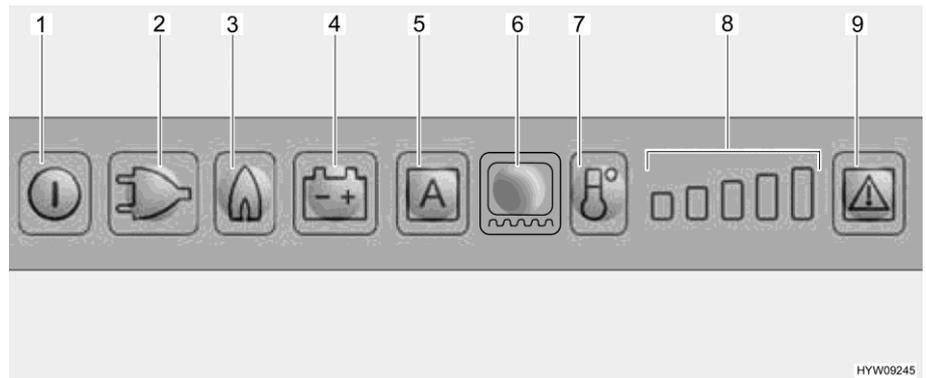

Bild 186 LED-Beleuchtungsfeld (Kühlschrank Dometic)
Beim Anwählen des Gasbetriebs wird die Züandsicherung automatisch geöffnet, so dass Gas zum Brenner strömen kann. Gleichzeitig wird der elektronische Züander eingeschaltet. Erlischt die Gasflamme, z. B. durch einen Luftzug, wird der Züander sofort aktiviert und zündet das Gas wieder an. Bei Störung im Gasbetrieb blinken die Leuchttasten Gas (Bild 186,3) und Störung (Bild 186,9), und es ertönt 20 Sekunden lang ein akustischer Alarm.
Einschalten: ■ Taste Ein/Aus (Bild 186,1) etwa 2 Sekunden lang drücken. Der Kühlschrank schaltet sich ein, die zuletzt gewählte Betriebsart wird angezeigt.
Betriebsart wählen: ■ Leuchttaste für die gewünschte Betriebsart (Bild 186,2 - 4) oder den Automatikmodus "AES" (Bild 186,5) (nur bei Ausführung AES) drücken.
Kühltemperatur einstellen: ■ Kühltemperatur mit der Taste Kühlstufe (Bild 186,7) einstellen. Die Kühlstufen-Anzeige (Bild 186,8) zeigt die gewählte Thermostat-Einstellung an.
Ausschalten: ■ Taste Ein/Aus (Bild 186,1) etwa 2 Sekunden lang drücken.
Nach dem Einschalten wählt der Kühlschrank automatisch die mittlere Thermostat-Einstellung. Diese Einstellung kann manuell mit der Taste Kühlstufe (Bild 186,7) nachgeregelt werden. Es dauert einige Stunden, bis der Kühlschrank die normale Betriebstemperatur erreicht hat. Beim Umschalten auf eine andere Betriebsart wird die Thermostat-Einstellung beibehalten.
- Rahmenheizung für eine Dauer von 2 Stunden einschalten: Leuchttaste Rahmenheizung (Bild 186,6) einmal drücken. Ein Balken der Kühlstufen-Anzeige (Bild 186,8) leuchtet.
- Rahmenheizung für eine Dauer von 5 Stunden einschalten: Leuchttaste Rahmenheizung (Bild 186,6) zweimal drücken. Zwei Balken der Kühlstufen-Anzeige (Bild 186,8) leuchten.
- Rahmenheizung auf Dauerbetrieb stellen: Leuchttaste Rahmenheizung (Bild 186,6) dreimal drücken. Drei Balken der Kühlstufen-Anzeige (Bild 186,8) leuchten.
Die Kühlstufen-Anzeige (Bild 186,8) zeigt einige Sekunden lang die Betriebsdauer der Rahmenheizung an.
Bei einer Störung blinkt die Leuchttaste Störung (Bild 186,9). Außerdem blinkt entweder eine der Leuchttasten Betriebsart oder die Kühlstufen-Anzeige. Zusätzlich ertönt ein akustisches Warnsignal. Hinweise zur Fehleranzeige und Fehlerbehebung siehe Kapitel 15.
- ▷ Nachdem eine Störung des Gasbetriebs behoben wurde, Leuchttaste Reset (Bild 186,9) drücken.